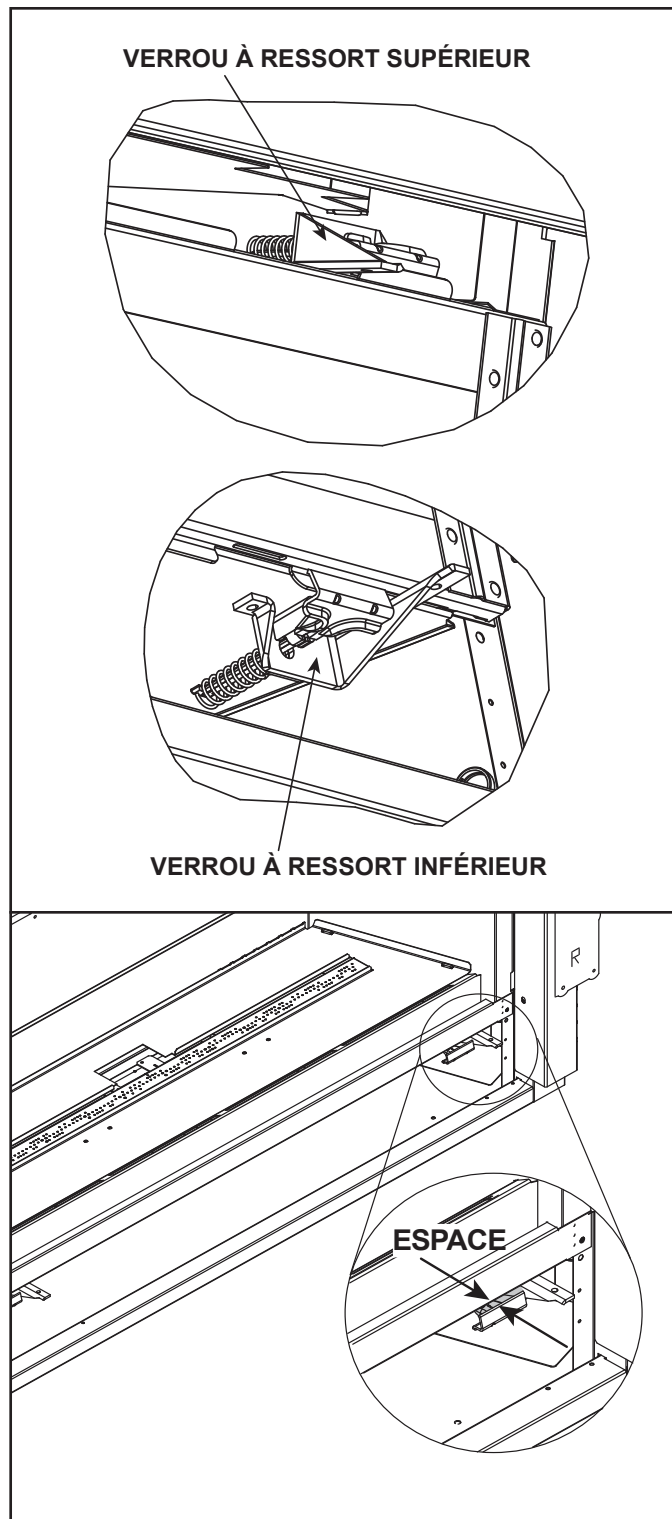

Figure 11.1 Panneau de verre fixe
2. L'assemblage en verre comporte deux verrous supérieurs à ressort et deux verrous inférieurs à ressort. Voir la figure 11.1. Localisez les deux verrous à ressort situés en haut à gauche et à droite du foyer.
Les verrous inférieurs de la vitre ont été conçus pour laisser un petit espace entre la pince de la vitre et la face de l'appareil. Voir la figure 11.1.